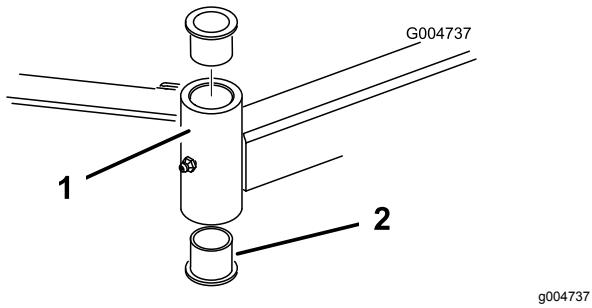

Figura 124
4. Introduza um punção para cavilhas na zona superior ou inferior do tubo de montagem e retire o casquinho para fora do tubo (Figura 124).